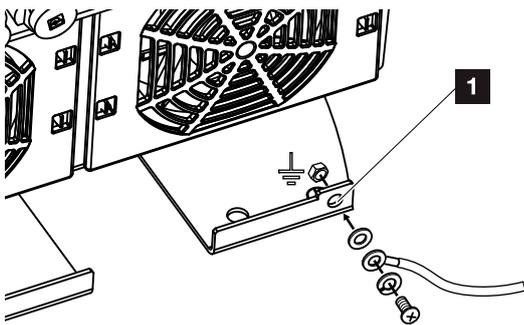

Abb. 23: Länderspezifischer PE-Anschluss außen
11. In Ländern, in denen ein zweiter PE-Anschluss vorgeschrieben ist, diesen an der gekennzeichneten Stelle des Gehäuses (außen) anschließen. **↗** **Abb. 23, Pos. 1**